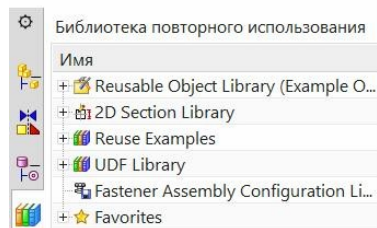

рис.91
- Специальные библиотеки унифицированных деталей в системе NX носят название *библиотек повторного использования*. Чтобы начать работу с такими библиотеками нужно в панели ресурсов включить соответствующую пиктограмму (рис.91, пиктограмма с корешками книг).